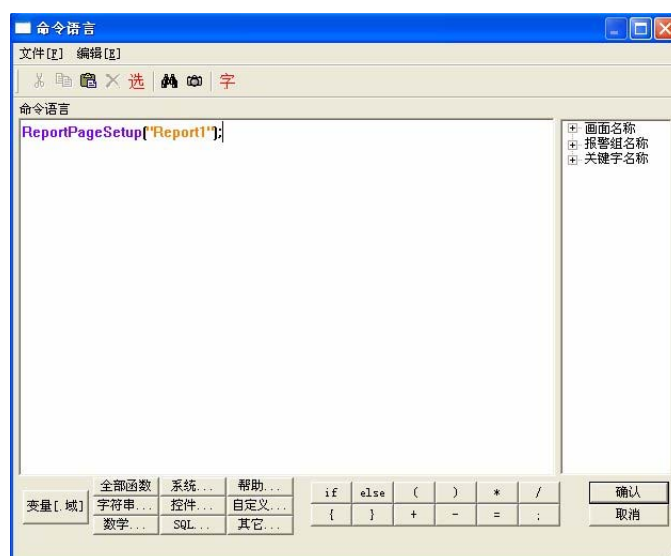

图 8-9
- 2、在按钮的弹起事件中输入如下命令语言，如图 8-9 所示：